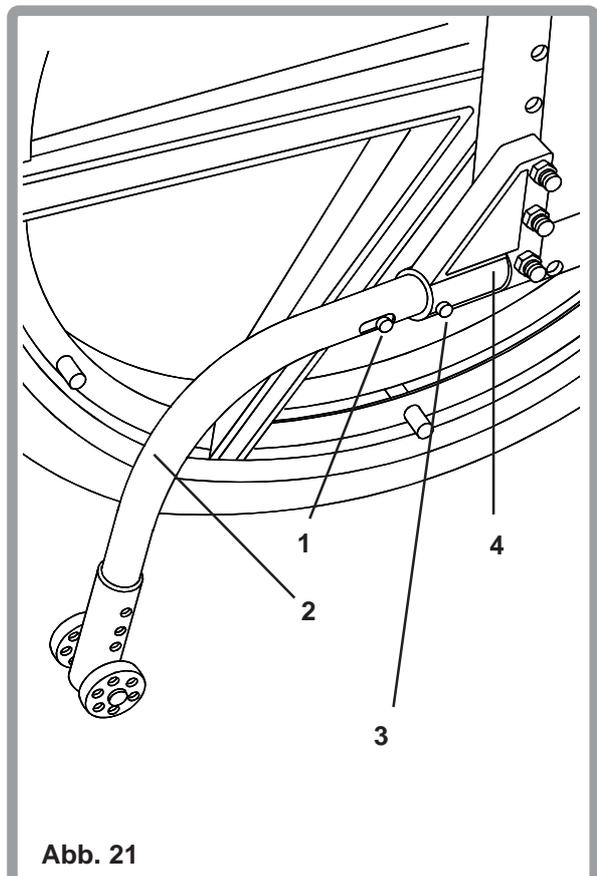

Abb. 21
Führen Sie die Anti-Kippstütze (2) in die Halterung (4) ein, indem Sie den Federclip (1) auf der Anti-Kippstütze hineindrücken. Drehen Sie die Anti-Kippstütze solange, bis der Verriegelungsstift (3) in dem Loch der Halterung (4) eingerastet ist. Damit sie optimal funktionieren, sollten die Anti-Kippstützen möglichst in Bodennähe angebracht werden (Abb. 21). Sunrise Medical empfiehlt wenig erfahrenen Rollstuhlbenutzern die Verwendung von Anti-Kippstützen.